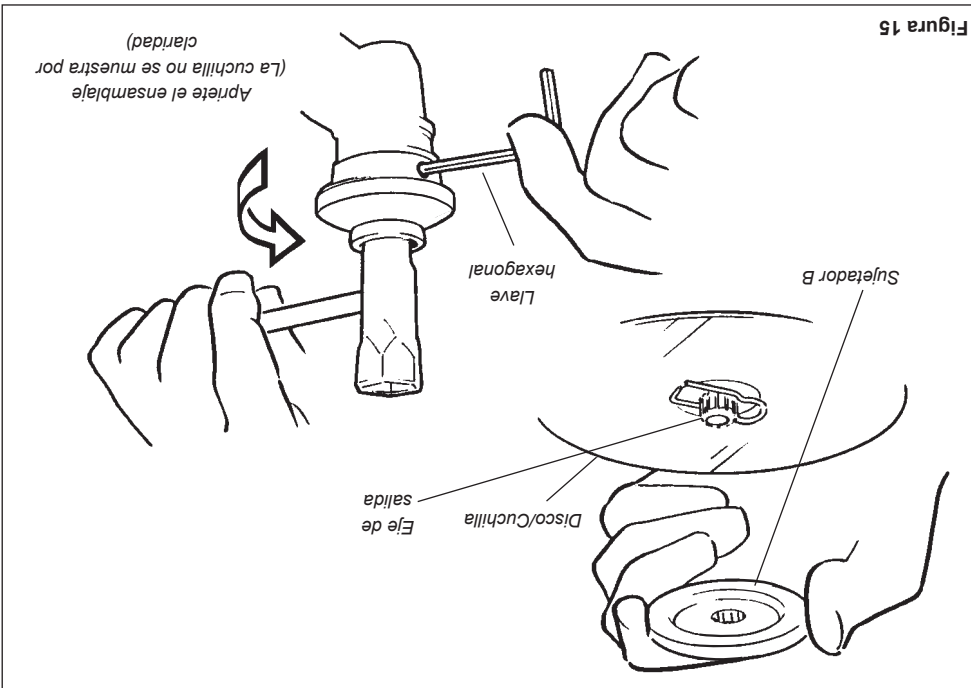

Figura 15
5. Instale el sujetador B en el eje de salida. Consulte la figura 15. El reborde en el reten de seguridad, y debe encajar apretadamente contra la cuchilla.